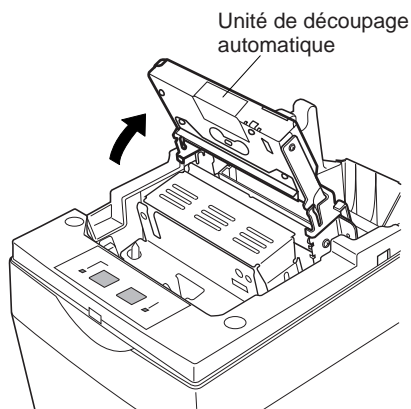

Fig. 6-9 Redressement de l'unité de découpage automatique
- ③ Soulevez l'unité de découpage automatique pour la mettre en position verticale, comme indiqué dans la figure 6-9.